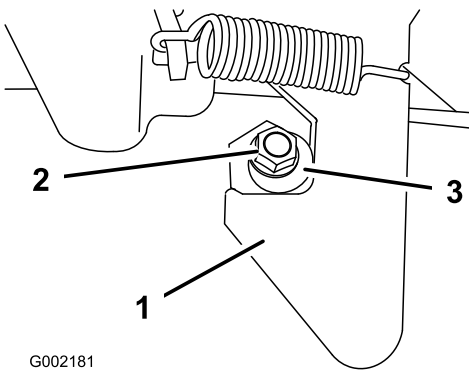

Figura 19
1. Desaperte a porca no perno do trinco (Figura 19).
2. Rode o perno no sentido dos ponteiros do relógio até o encostar ao trinco e aperte a porca (Figura 19).